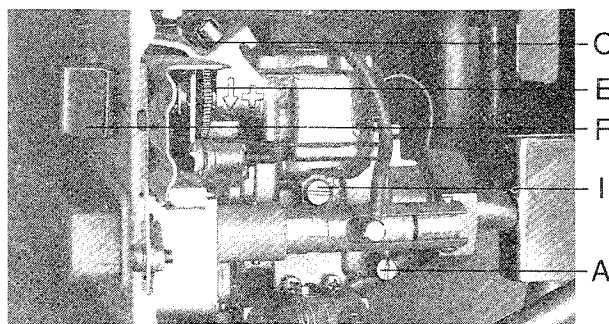

Bild 6
2. Gasabsperrhahn öffnen und Gerät nach Bedienungsanleitung, Seite 11, in Betrieb nehmen. Leistungsschieber „F“, Bild 6, und Wassermengenwähler müssen rechts am Anschlag sein.
3. Schraube „C“, Bild 6, lösen. Nennwärmebelastung Düsendruck (mbar) aus Tabelle, Seite 14, entnehmen und mit Zahnscheibe „E“, Bild 6, einstellen (Drehrichtung s. Bild 6 beachten).
5. Dichtschraube „A“, Bild 6, entfernen und U-Rohr-Manometer am Meßstutzen anschließen.
2. Allgasbrenner ausbauen. Linke und rechte Brennergruppe (50) abschrauben und Injektordüsen (49) wechseln (SW 7). Brennergruppen wieder anschrauben. Zünddüse (74) wechseln lt. Tabelle Seite 14.
3. Überzündbolzen „I“ (Bild 6) austauschen, Kennzeichnung s. Tabelle Seite 14.
1. Gasabsperrrhahn öffnen. Gerät nach Bedienungsanleitung, Seite 11, in Betrieb nehmen. Leistungsschieber „F“, Bild 6, und Wassermengenwähler müssen rechts am Anschlag sein.
2. Schraube „C“, Bild 6, lösen, Gasmenge (l/min) aus Tabelle, Seite 15, entnehmen und mit Zahnscheibe „E“, Bild 6, über Gaszähler einstellen (Drehrichtung s. Bild 6 beachten).
3. Gasabsperrrhahn schließen. Dichtschraube „A“, Bild 6, entfernen und U-Rohr-Manometer am Meßstutzen anschließen.
Sind auf Nennwärmebelastung eingestellt und plombiert. Auf dem Geräteschild angegebenen Druck ggf. am Meßstutzen „A“, Bild 6, kontrollieren.